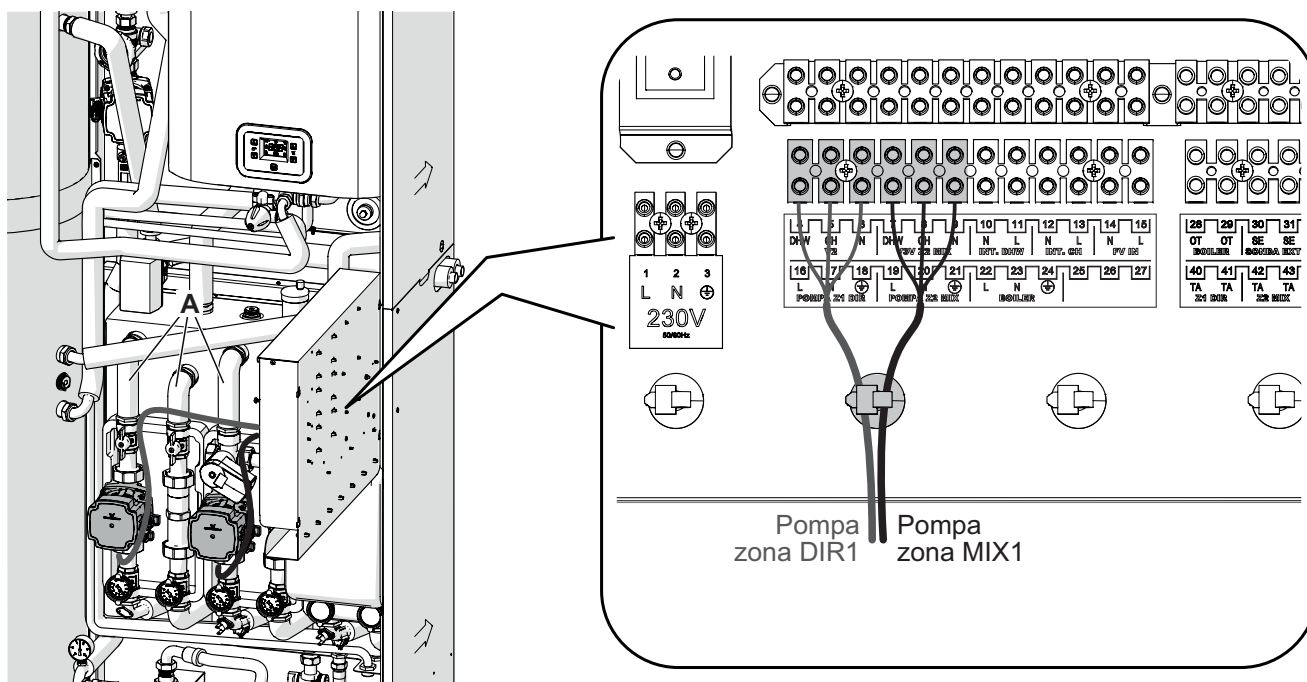

Figura 2.38
- Per garantire un collegamento elettrico facile e sicuro, il cavo delle pompe è dotato di presa. Collegare la presa alla pompa, far scorrere i cavi di alimentazione dietro i tubi (A) dei gruppi di rilancio, collegarli alla morsetteria e bloccarli con l'apposita fascetta (Figura 2.38).